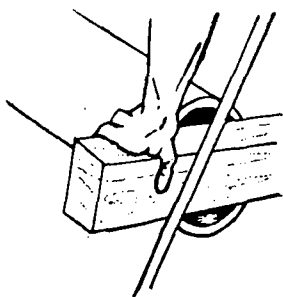

FIG. 1
4.º Passo – Desça para a vala um dos tubos e acople (fig. 1).